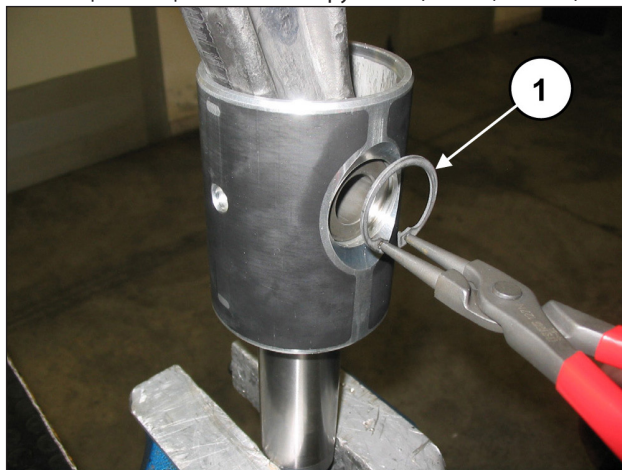

Рис. 44
Снимите оба стопорных кольца Seeger поршневого пальца с помощью специального инструмента (поз. ①, Рис. 44).
Вставьте шатун в направляющую поршня (поз. ①, Рис. 46), а затем вставьте палец (поз. ①, Рис. 45). Установите оба стопорных кольца буртика с помощью специального инструмента (поз. ①, Рис. 44).